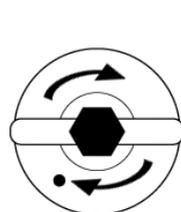

FIG.3
3. Gire el pomo (2) en el sentido de las agujas del reloj hasta que el puente de acero (3) contacte con los orejones. A partir de aquí siga girando el pomo entre 1 y 1/2 y 3 vueltas hasta que la olla quede bien cerrada. (FIG.3)